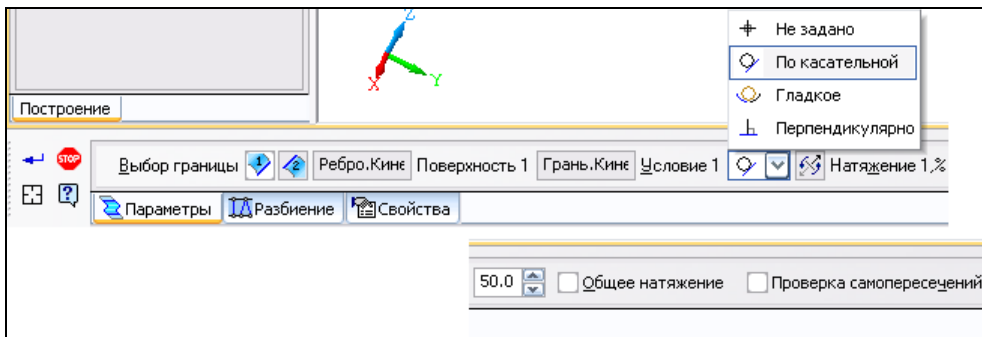

Рис. 8.2. Панель свойств: **Поверхность соединения** на вкладке **Параметры**
- ◆ в окне модели укажите первую границу — ребро кинематической поверхности. В окне модели граница подсвечивается, а рядом с ней отображаются номер и значок выбранного по умолчанию условия сопряжения **Не задано**. На вкладке **Параметры** Панели свойств (см. рис. 8.2) в группе переключателей **Выбор границы** активен переключатель **Граница 1** . Значит, можно задать для нее условия сопряжения. Для этого раскройте список **Условие 1** и выберите условие **По касательной**;